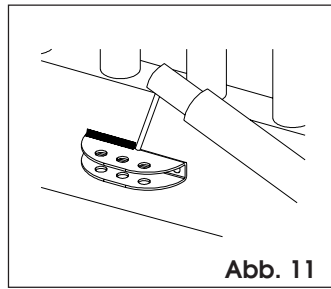
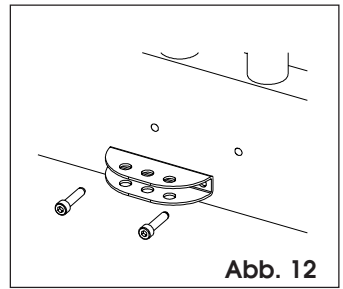

Abb. 11
Abb. 12
- Die Befestigung kann direkt auf dem Flügel angeschweißt (Abb. 11) oder unter Verwendung von Gewindeeinsätzen angeschraubt werden (Abb. 12).